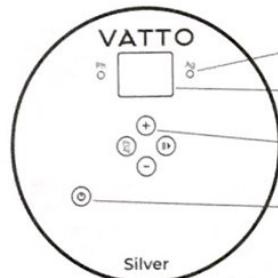

Рис.3. Лицевая панель ионизатора Vatto Silver, Vatto Silver Titan
Налейте воду до метки на корпусе прибора. Наденьте крышку на корпус. Вставьте вилку сетевого шнура в розетку и нажмите кнопку ⑤. На лицевой панели (рисунок 3) загорится цифровой индикатор с надписью ph. Нажмите кнопку «ph/ag» для выбора режима работы прибора, на цифровом индикаторе высветится «аг». Нажимая кнопку «+» или «-» установите требуемое время приготовления серебряной воды на цифровом индикаторе. Время устанавливается сначала в секундах от 0 до 59 (отсутствует точка), затем в минутах от 1 до 30 (присутствует точка). Длительное нажатие на кнопки «+» или «-» приводит к ускоренному изменению времени. Для начала процесса нажмите кнопку ⑥. Процесс можно остановить, нажав кнопку ⑦. Процесс можно продолжить или изменить время. Мигающая точка на цифровом индикаторе показывает, что ведется отсчет времени, а отсутствие мигания означает, что отсчет времени нет. Последняя минута отсчитывается по секундам, мигающая точка отсутствует. О процессе серебрения сигнализирует светящийся индикатор «аг».